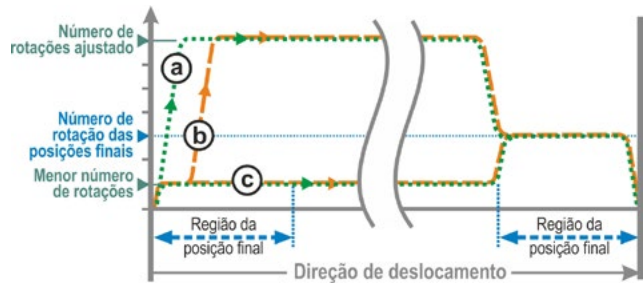

Fig. 2: Velocidade das posições finais 'partida rápida'
- No **desligamento em função do curso**, será ligado imediatamente no número de rotações ajustado para alcançar o tempo de atuação mais curto possível. Veja também fig. 2, curva a.